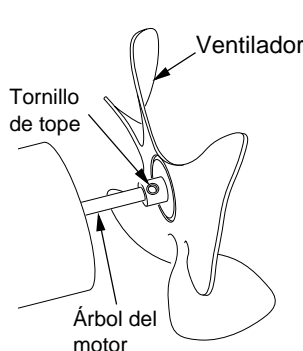

Figura 5 - Ubicación del ventilador, árbol del motor y tornillo de tope
**IMPORTANTE:** Desmunte el ventilador del árbol del motor antes de desmontar el motor del calentador. El peso del motor sobre el ventilador puede dañar la inclinación del ventilador (consulte la figura 5).